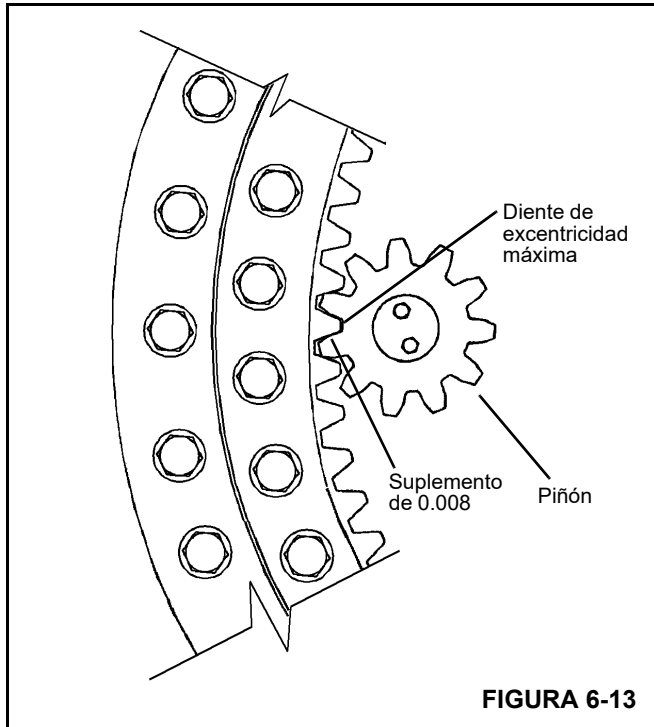

FIGURA 6-13
6. Instale el piñón del mando de giro de modo que su punto alto (excentricidad máxima) quede alineado con el punto alto del cojinete de la torreta. Compruebe el juego entre dientes con un suplemento de 0.008 pulg (0.203 mm) de grosor (página 6-13 Figura 6-13). Si es necesario mover